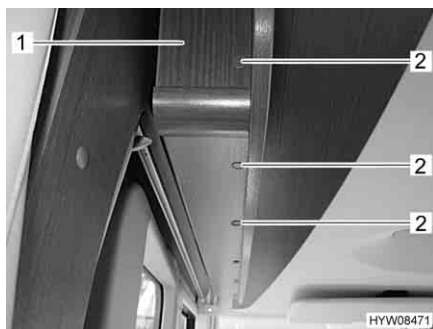

Fig. 48 Diaframma sul letto basculante
- Togliere tutti i coperchi di copertura (Fig. 48,2).
- Svitare tutte le viti (a intaglio) che si trovano sotto i coperchi di copertura e rimuovere il diaframma (Fig. 48,1).